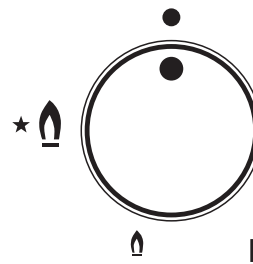

Fig. 11
1. Para encender un quemador, presione la perilla correspondiente y hágala girar en sentido opuesto a las agujas del reloj hasta el ícono de flama grande (Fig. 11).